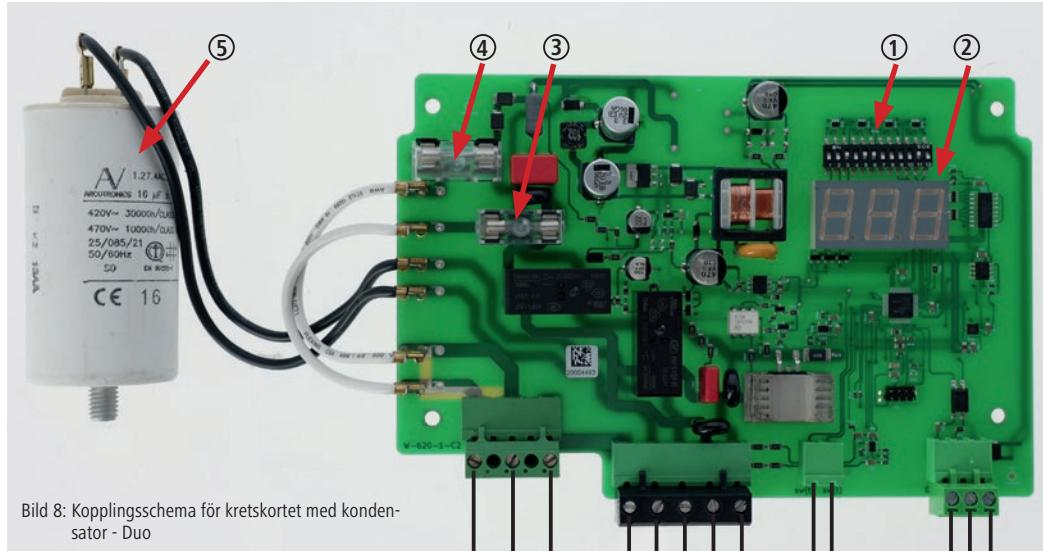

Bild 8: Kopplingsschema för kretskortet med kondensator - Duo
Cykeltiden är fabriksinställt på 60 sekunder. Vid behov kan den justeras med hjälp av Dip-Switch-elementet på kretskortet (bild 8 – pos. 1) till ett värde mellan 10 och 300 sekunder. Cykeltiden får endast ställas om på nytt efter kontakt med Kerbl Service. Standardinställningen och därmed den optimala inställningen för kreatursborsten Duo är T3.
Säkring 6, 3 A (bild 8 – pos. 3+4) på kretskortet har bränts eller hamnat ur position.	<ul style="list-style-type: none"><li>• Koppla från styrsystemet från strömförsörjningen och säkra den mot att släs på igen.</li><li>• Kontrollera att säkringarna sitter ordentligt. Byt ut defekta säkringar. (Bild 8 – pos. 3+4)</li><li>• Om fortfarande inget visas på displayen vid omstart efter utbytta säkringar är moderkortet defekt.</li></ul>